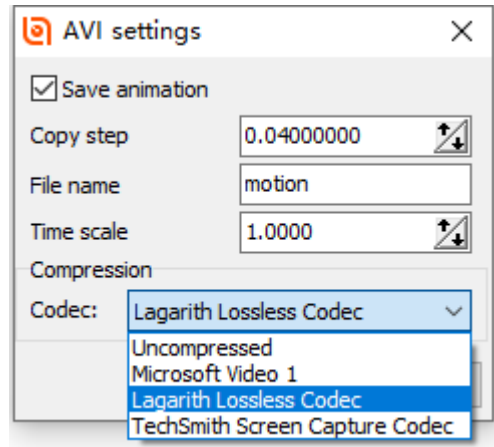

图 2-90
- 16) 在弹出窗口勾选 **Save animation** 和 **Codec** 下拉菜单中选择 **Lagarith Lossless Codec** 或其他选项，然后点击 **Apply**，如图 2-90。